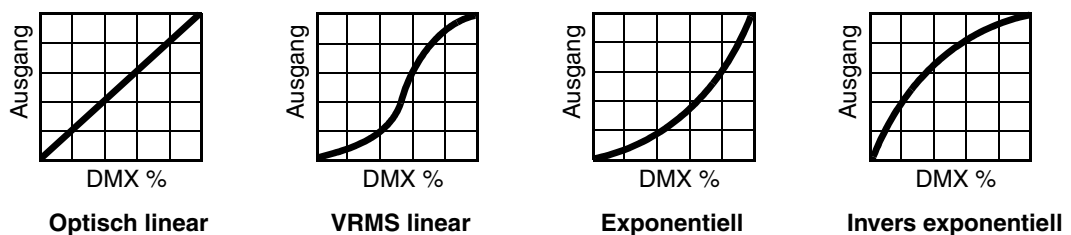

Bild 3: Dimmerkurven
- **DIMMER CURVE** stellt vier Dimmerkurven zur Verfügung (siehe Bild 3):